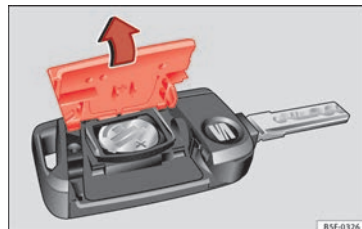

Fig. 120 Chave do veículo: abertura da tampa do compartimento da pilha.
- Retire a tampa na parte traseira da chave do veículo » **Fig. 120** na direção da seta » **!**.
- Coloque a tampa na carcaça da chave do veículo, pressionando-a tal como se mostra » **Fig. 120**, no sentido contrário ao da seta, até que encaixe.
① CUIDADO